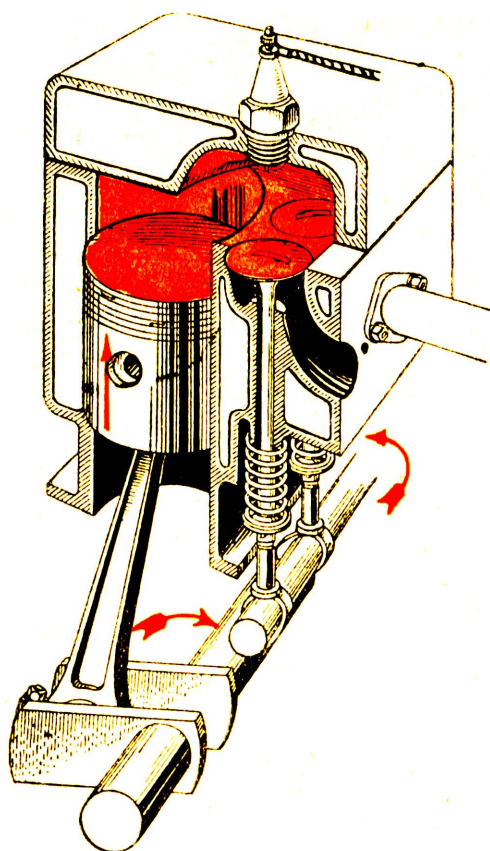
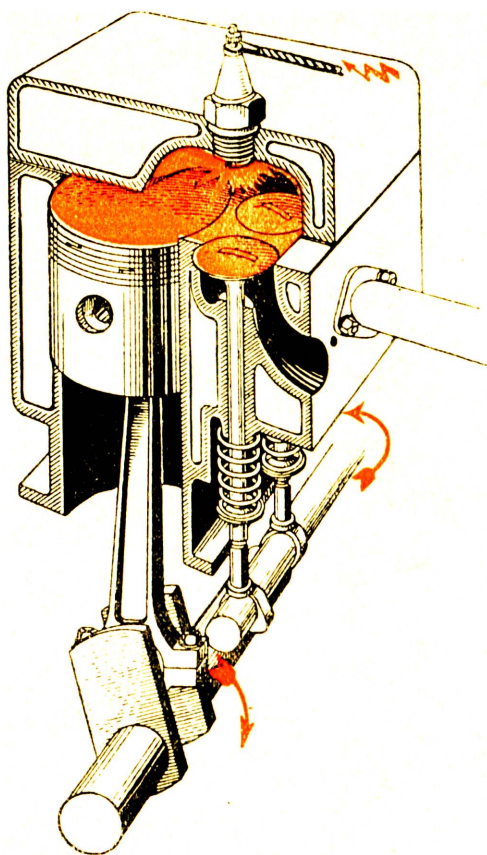

Рис. 4. Сув стиску.
Рис. 5. Запал.
2. **Сув стиску або компресія**. Обертаємо корбою далі в тім самим напрямі. Толоч рухається вгору, обидва хлипаки зачинені (рис. 4). Толоч стискає зассану в першому суві суміш в дуже малий простір між толоком і головою циліндра. Суміш нагрівається до  $200^\circ \text{C}$  і осягає тиск 7 до 12 атмосфер. В горішньому мертвому положенню толока (рис. 5) електрична іскра запалює суміш, яка вибухає.